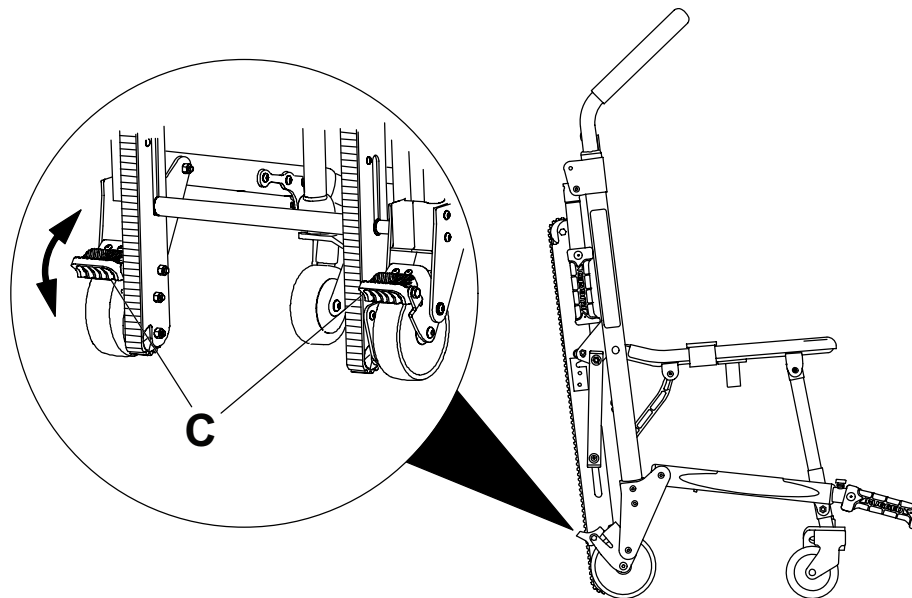

Abbildung 18 – Radsperren
Um eine Radsperrre (C) zu betätigen, auf das Pedal treten, bis es stoppt und an der Radoberfläche anliegt (Abbildung 18).
Um eine Radsperrre (C) zu lösen, mit dem Fuß auf das Pedal treten oder das Pedal mit dem Zeh anheben (Abbildung 18). Die Oberseite des Pedals kommt beim Lösen der Radsperrre am Rahmen der Laufrolle zu liegen.